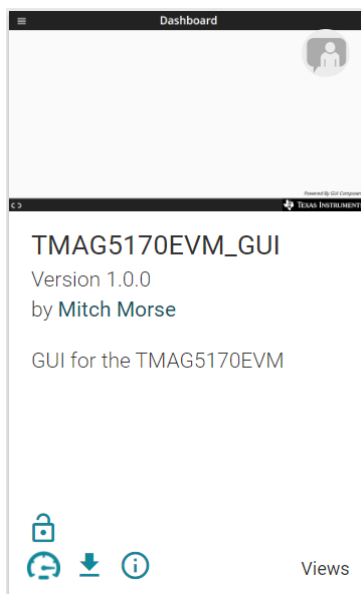

图 3-2. GUI Composer 应用程序窗口
3. 要通过网络浏览器启动 GUI，请点击 **GUI Composer** 应用程序，以打开 **GUI Composer** 窗口（请参阅图 3-2）。
4. 可以选择通过点击图 3-2 所示的 *GUI Composer* 中的  图标来下载 GUI , 以供离线使用。